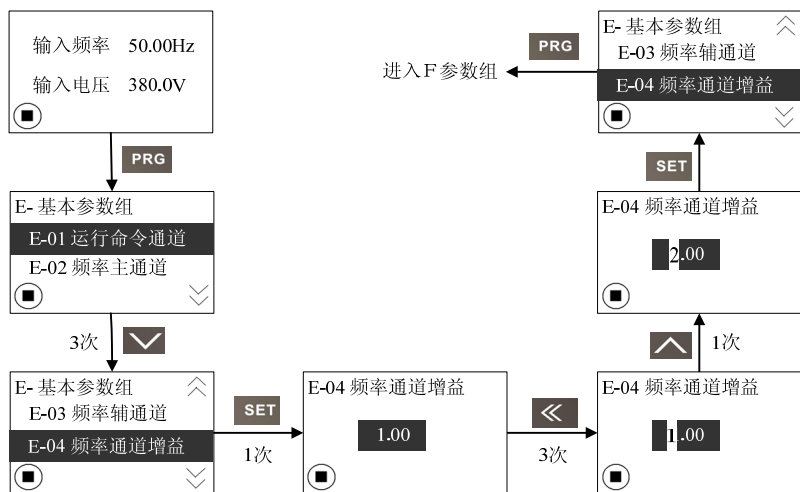

图 4-9: 数据操作界面流程
(2) 数据操作界面流程: 以功能代码 E-04 下频率通道增益设定为例来介绍, 设置 E-04 的参数值为 2.00, 具体操作如下图 4-9 所示。